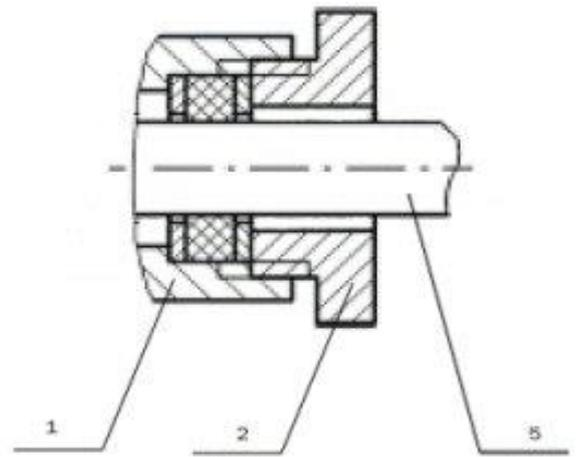

Рис.2
7. В случае использования заземляющего винта в коробке выводов (при необходимости) питание осуществляется четырехжильным кабелем ВРГ 3\*1+1-1 ГОСТ433-73, Рис.2.